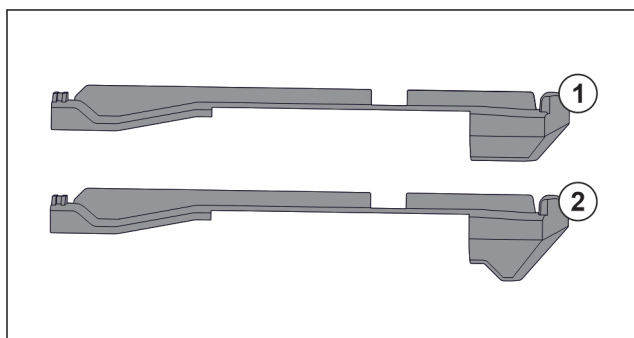

Fig. 74 Sammenligning af påsætningsdelene
I apparatet er der to forskellige påsætningsdele. Påsætningsdelen over den nederste skuffe Fig. 74 (2) har en trekantet kant. Alle andre påsætningsdele Fig. 74 (1) har en lige kant.
- ▶ Anbring påsætningsdelen Fig. 74 (2) med den trekantede kant over den nederste skuffe.
- ▶ Anbring påsætningsdelen Fig. 74 (1) med den lige kant på alle andre steder.